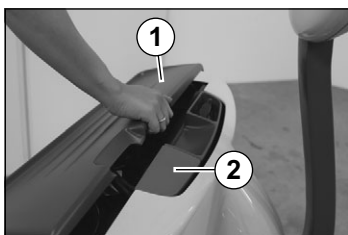

Fig. 26 Åbning af batteridæksel
7. Hold batteridækslet med griberen (se fig. 26), og luk det.